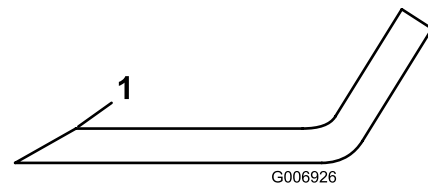

图 18
5. 检查所有刀片的刀刃。如果刀片变钝或出现豁口请磨快刀刃。仅打磨刀刃的边缘保持最初的切割角度保证锋利度图 18。
6. 如果变钝或出现裂口应仅打磨刀刃的边缘保持最初的切割角度图 18。